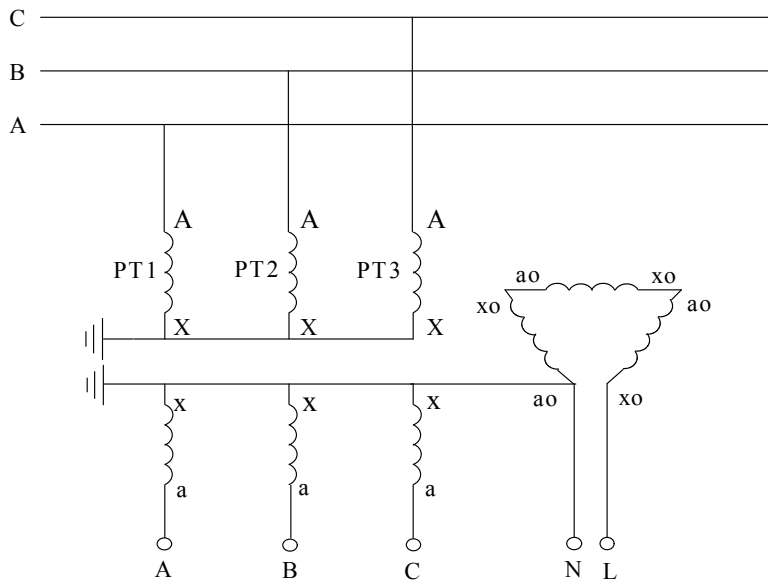
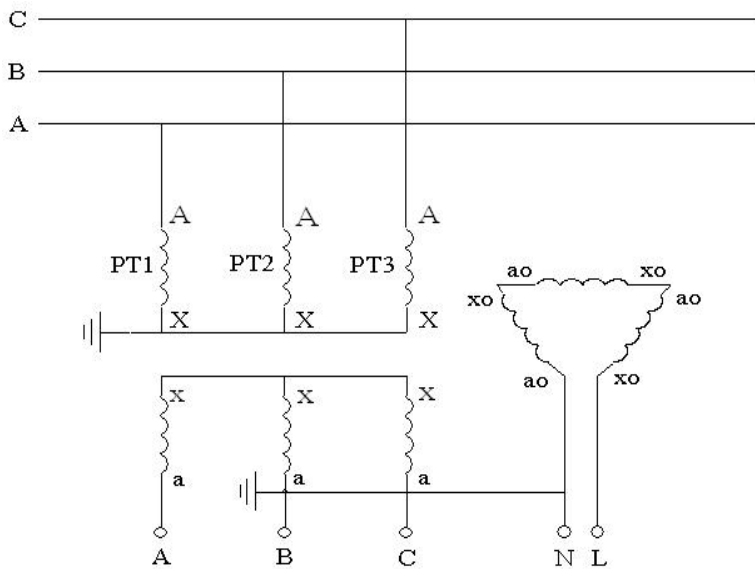

图 5 3PT 连接方式，N 接地
图 6 3PT 连接方式，B 相接地
这种连接方式分“N 接地”、“B 相接地”两种，分别如图 5 和图 6 所示。
图 5、图 6 所示的系统运行方式是从 PT 开口三角测量系统电容电流时所必须的运行方式。而对于一般的系统，并不都是处于这样的运行方式下，例如在系统中还接有消弧线圈、PT 高压侧中性点接有高阻消谐器、PT 开口三角接有二次消谐装置等。这时，为了使用测试仪进行容性电流的测量，必须将运行方式转换为图 5 或图 6 所示的运行方式。
- (1) 检查测量用的 PT 高压侧中性点是否安装有高阻消谐器，如有，将其短接。从测量原理可知，选用哪组 PT 进行测量，我们就只考虑这组 PT 的接线情况。而无需关心系统内的其他 PT 的情况。如果系统中有些 PT 安装高阻消谐器，有些没安装，则完全可以从没有安装高阻消谐器的 PT 进行测量，这样可以省去短接消谐器的工作。
- (2) 检查消弧线圈是否全部退出运行。在有电气联系的被测电压等级系统中所有消弧线圈均要退出运行，并非只退出该变电站的消弧线圈。同时只考虑被测电压等级的情况，无需考虑其他电压等级的情况。例如，被测变电站 A 为 10kV 系统，并通过联络线与变电站 B 的 10kV 系统相连，变电站 A 有 2 台消弧线圈，变电站 B 有 1 台消弧线圈，则测量时有电气联系的这 3 台消弧线圈均要退出运行；而 35kV 系统有无消弧线圈则无需考虑。
- (3) 退出 PT 开口三角的消谐装置。如果经过实测证明，开口三角所接的某些厂家某些型号的二次消谐装置对测量结果没有影响，则消谐装置可以不退出运行。一般对于微电脑控制的消谐器，其只有在系统有谐振发生时才动作，该类消谐器一般对测量无影响。
- (4) 如果 PT 二次侧并列运行（很少见），则将其改为单独运行。
- (5) 确保将测试仪的电流输出端正正确接到图 6 的开口三角 N-L 上。一般在二次的端子编号为 N600 和 L630。为了确保连接正确，可以按下列方法进行检查：用万用表分别测量 PT 二次侧三相电压和开口三角电压；将三相电压中的最大值减去最小值得到的差和开口三角电压比较，如果两者差不多，就说明找到的开口三角端是正确的；
(7) 完成以上操作后, 就可以使用电容电流测试仪进行电容电流的准确测量。